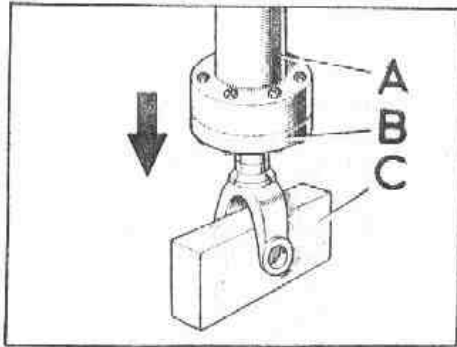

Fig. F-26 Extractor utilizado para el montaje del collar en el semieje
- 4.4. El peso del extractor es suficiente para poder montar el collar del eje (Fig. F-26).